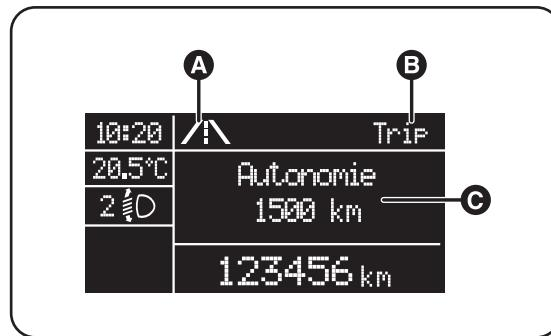

fig. 10
- icône animée dans la partie supérieure (A-fig. 10);
- inscription "Trip" (ou "Trip A" ou bien "Trip B") (B);
- nom, valeur et unité de mesure relatifs au paramètre sélectionné (par ex. "Autonomie 1500km") (C).